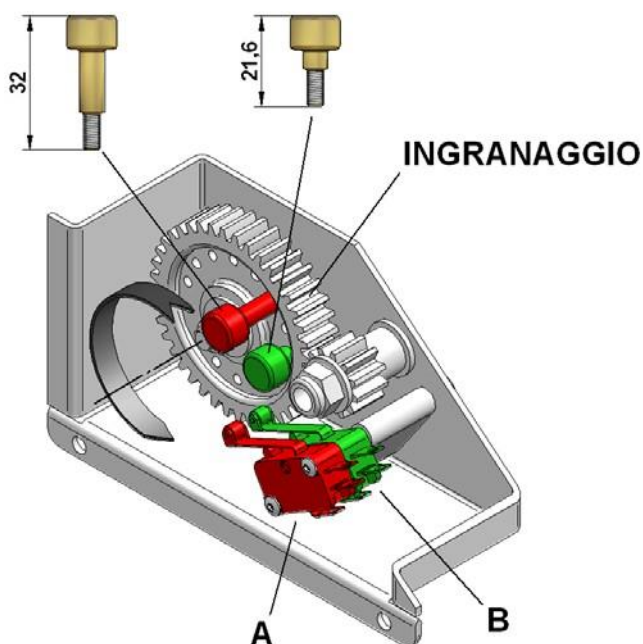

Abb. 44
Der lange Nocken (32mm) betätigt den Endschalter 'A' LINKE SEITE. Der kurze Nocken (21,6mm) betätigt den Endschalter 'B' RECHTE SEITE. (Abb.44)
1. Die beiden Nocken vom Zahnrad losschrauben. (Abb.44)
2. Das Zahnrad auf korrekte Drehrichtung prüfen: Betätigt man das Bedienelement für die Drehung der Kanone im UHRZEIGERSINN, muss man prüfen, ob das Zahnrad sich ENTGEGEN DEM UHRZEIGERSINN dreht. (Abb.44)